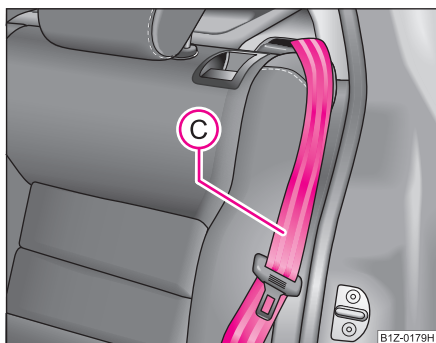

Fig. 67 Bloquear el respaldo de asiento trasero
- Coloque el cinturón de seguridad lateral trasero (C) detrás del borde del revestimiento lateral ⇒ fig. 67.